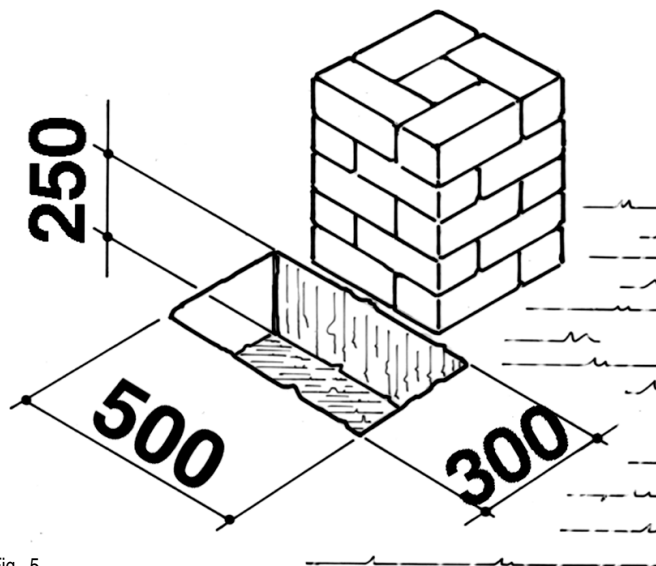

Fig. 5
- Eseguire la fossa nel terreno con le quote riportate sul disegno considerando che l'asse delle cerniere dovrà cadere in mezz'aria alla quota 500 (Fig. 5).